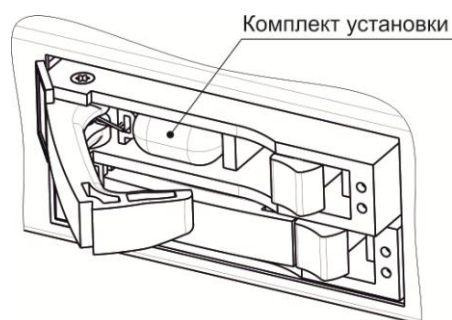

Рисунок 24 – Расположение комплекта крепежных элементов при поставке
2. Извлечь комплект крепежа, расположенный под ручкой выталкивателя, Рисунок 24.